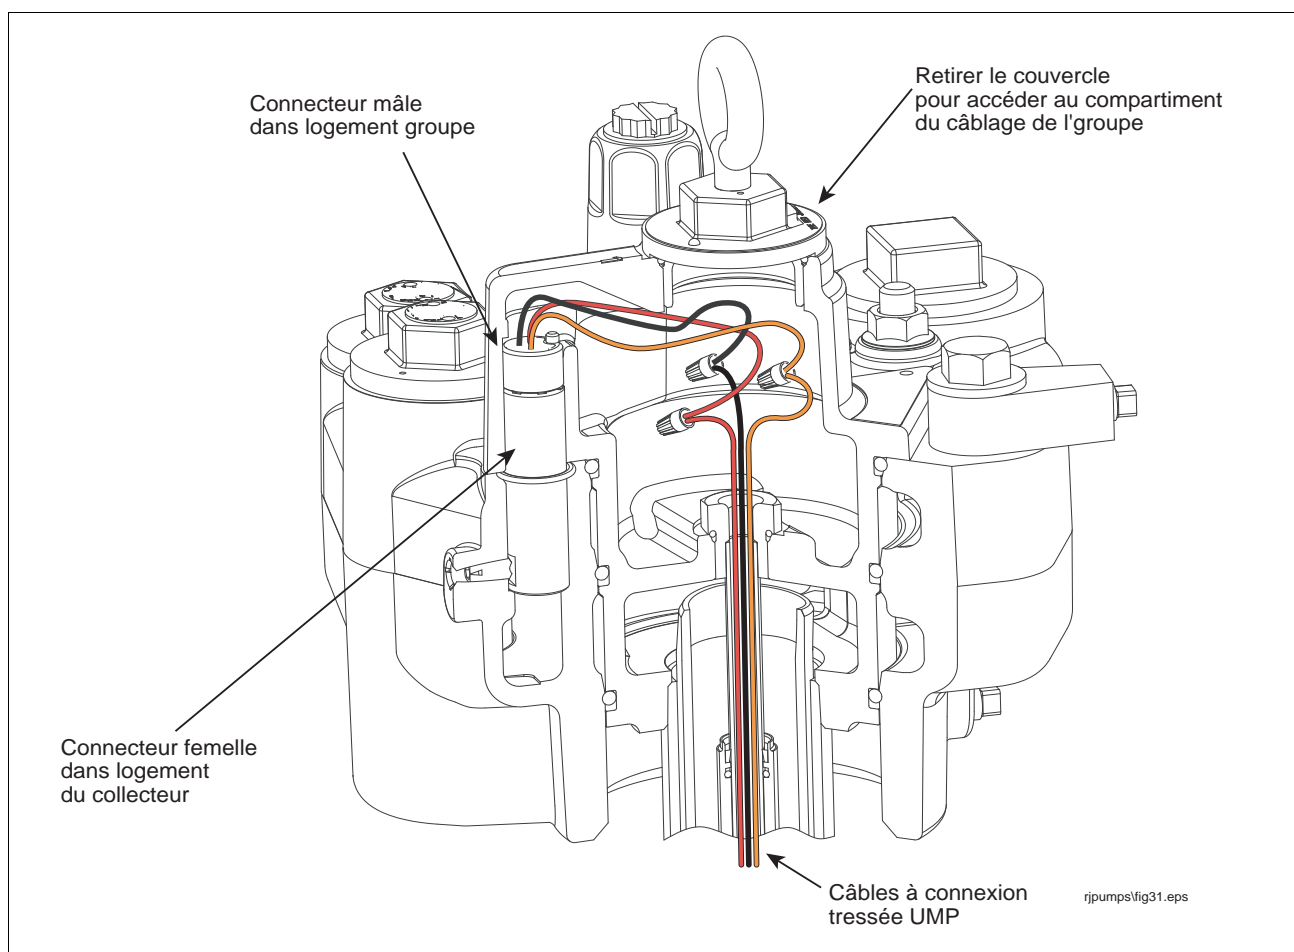

Figure 14. Connecter l'UMP au câblage du groupe
13. Connecter les câbles de même couleur provenant de l'UMP et ceux provenant du connecteur mâle avec des écrous pour câble. Une fois les connexions terminées, enrouler distinctement les câbles à l'intérieur du compartiment des câblages du groupe (voir Figure 14).